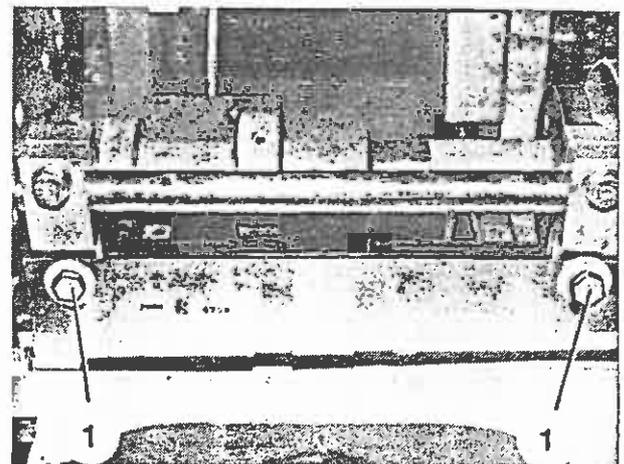

Bild 135
3. Befestigungsschrauben (Bild 135/1) des oberen Schneidmessers herausdrehen, Schneidmesser herausnehmen.